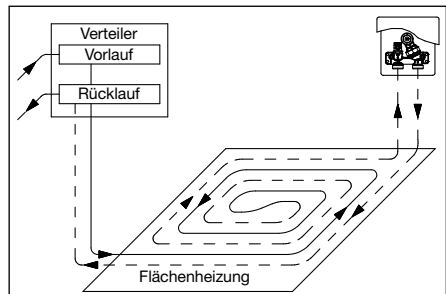

Abb. 5.3 Einbauskizze
- Anschluss am Vorlaufbalken des Verteilers erstellen (s. Abb. 5.3)
- Verlegen des Flächenheizkreises. Dieses sollte schneckenförmig erfolgen (s. Abb. 5.3).